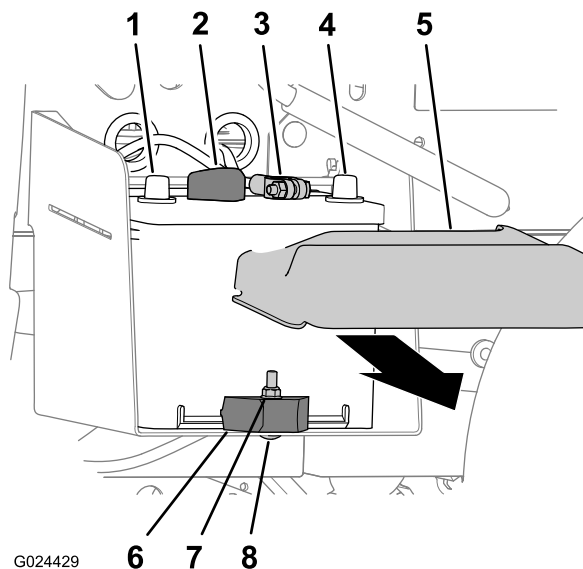

Figura 37
1. Rimuovete il coperchio della batteria dalla parte superiore della batteria stessa (Figura 37).
2. Scollegate il cavo positivo della batteria dal relativo morsetto (Figura 37).
3. Scollegate il cavo negativo della batteria dal relativo morsetto (Figura 37).
2. Eliminate dado di bloccaggio, bullone a testa tonda e morsetto della batteria che fissa la batteria al relativo vassoio (Figura 37).
3. Togliete la batteria dal relativo vassoio (Figura 37).
1. Montate la batteria sul relativo vassoio della macchina (Figura 37).
**Nota:** Accertate che i poli positivi e negativi della batteria siano allineati come mostrato in Figura 37.
2. Fissate la batteria al relativo vassoio con morsetto, bullone a testa tonda e dado di bloccaggio (Figura 37).
1. Collegate il cavo negativo della batteria al relativo morsetto (Figura 37).
2. Collegate il cavo positivo della batteria al relativo morsetto (Figura 37).
3. Montate il coperchio della batteria sulla parte superiore della batteria stessa (Figura 37).